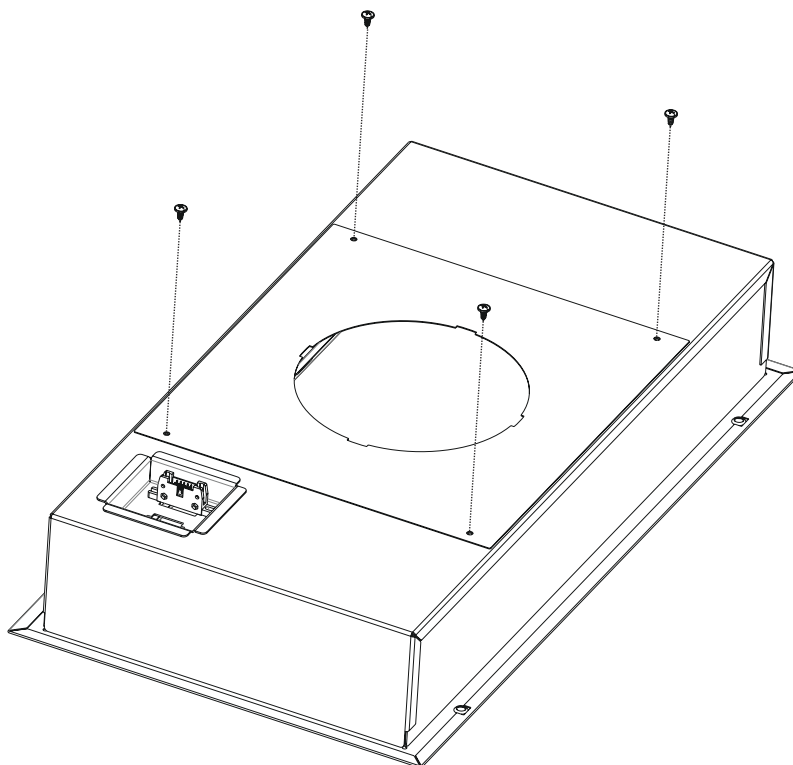

Fig. 25
8. ➔ Brug adapterpladen med rundt hul og luk emhættens åbne side ved at skrue pladen fast med 4 skruer. (Fig. 25).